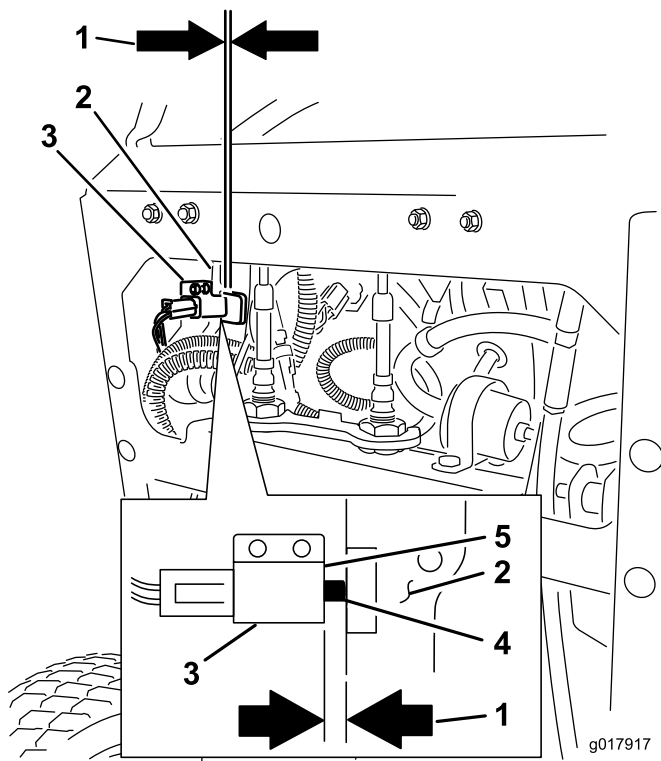

Figura 72
12. Compruebe la distancia entre la palanca de freno y la cara del interruptor, según se muestra en Figura 72. El espacio debe ser de 3 mm (1/8 pulgada) con el freno **puesto**.